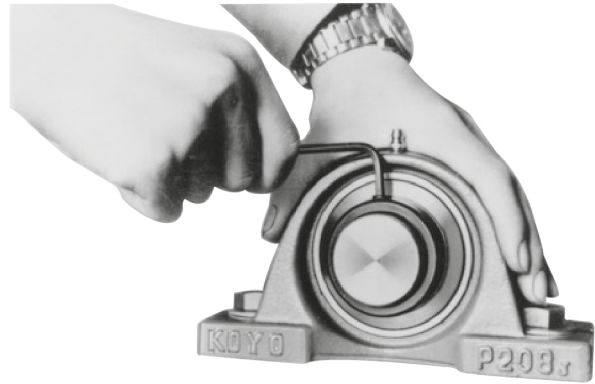

Figura 7.2
5. Apriete firmemente los tornillos fijadores, del aro interno del inserto con un torque específico (figura 7.2).